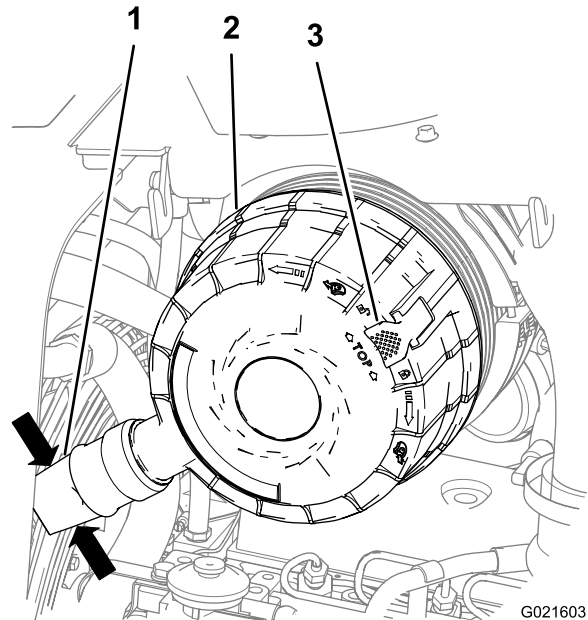

Bild 78
3. Drücken Sie die Seiten des Staubventils auf der Luftfilterabdeckung zusammen, um Wasser-, Staub- oder Schmutzansammlungen aus dem Ventil zu entfernen (Bild 78).
5. Ziehen Sie den Riegel für die Luftfilterabdeckung nach außen (Bild 78).